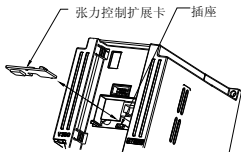

图 2-2 APV-B301 的安装示意图
■ II类张力控制扩展卡安装请参照图 2-2。
- ① 取下变频器操作面板，在插座处插入张力控制扩展卡直至接触良好；